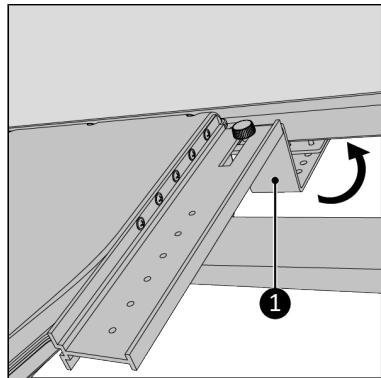

Abbildung 150.
7. Hängen Sie die Halterung um den Fensterrahmen (Abbildung 150, Pos. 1).